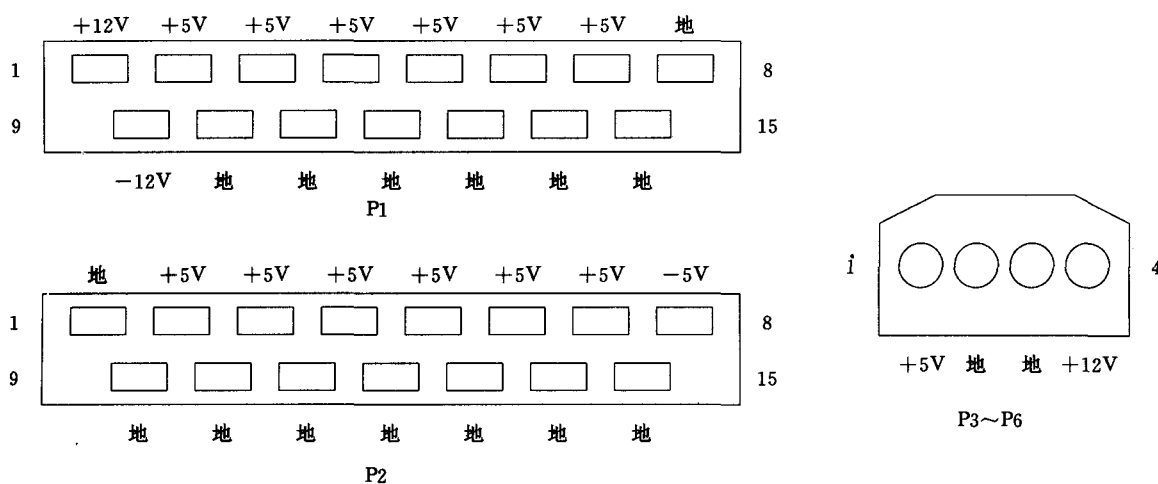

图1 P1~P6插头各脚电压
于瘫痪状态。鉴于此种情况, 笔者对整个工作站系统进行了全面的检查和分析, 根据母板, 硬盘, 磁带机和风扇, 查出电源板上 P1~P6 插头各脚功能如图 1 所示。在掌握测试数据基础上, 估算各组电源的功率和总功率, 发现该电源板在性能、参数上与国产微机电源相近, 虽然输出功率较大, 但实际使用功率并不大。
6. 将电源板上 P1，P2 插头从电源板上焊下来，将取下来的 P3，P4，P5 插头剪掉，P1，P2 各脚和 P3，P4，P5 各条线如图 1 所示，同微机电源对应输出线相连，做好绝缘工作后，将 P1，P2 插头插入母板对应口中，然后将微机电源外壳复原，固定在原电源板位置附近即可。